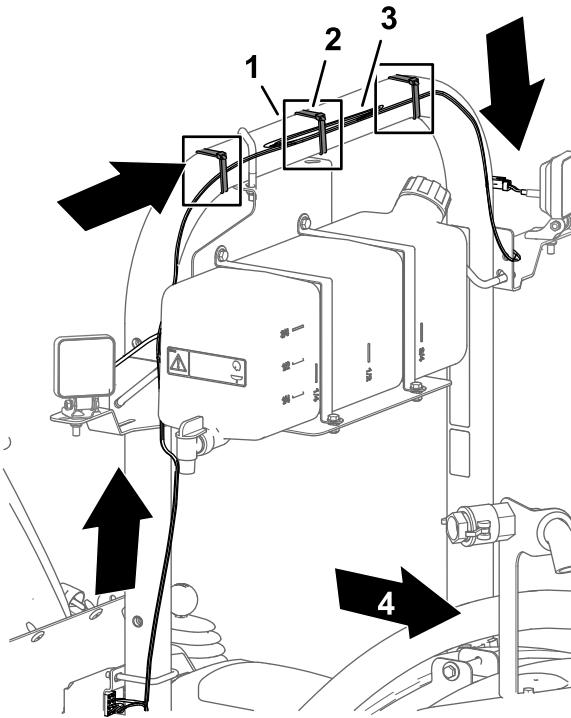
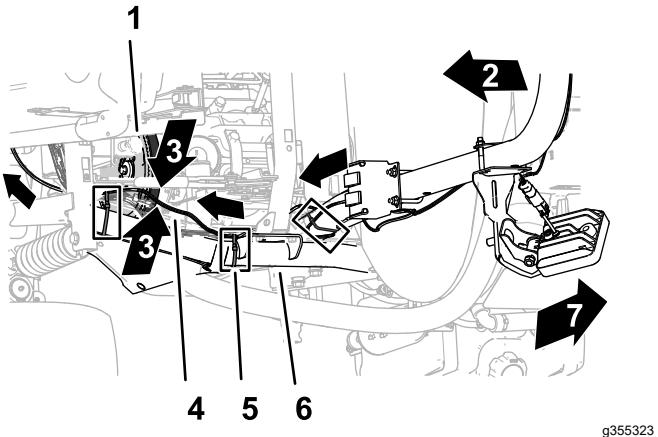
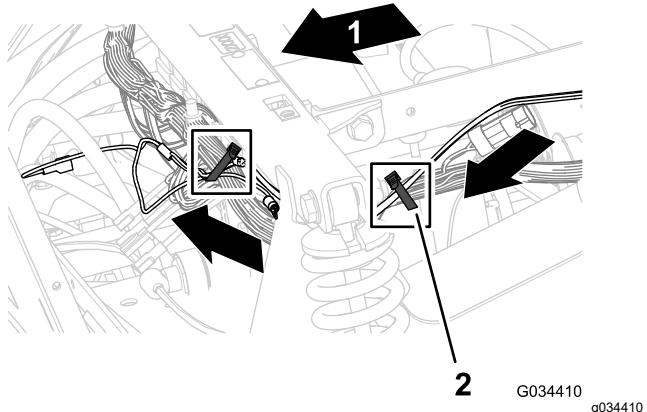

Bild 10
Bild 11
Bild 12
- Verlegen Sie an den Schaltern den Zweig des Kabelbaums mit dem 2-Stiftstecker nach oben und an der Rückseite des horizontalen Überrollschatzrohrs entlang, wie in Bild 10 abgebildet.
Hinweis: Bündeln Sie den überschüssigen Kabelbaum in der Mitte des Überrollschatzes und sichern Sie das Kabelbündel mit einem Kabelbinder, wie in Bild 10 dargestellt.
- Verlegen Sie an den Schaltern den Zweig des Kabelbaums mit der Buchsenklemme und dem Ringkabelschuh nach unten und vorne, wie in Bild 11 und Bild 12 abgebildet.
3. Befestigen Sie den Kabelbaum für den hinteren Arbeitsscheinwerfer mit Kabelbinden am Überrollsitzrohr, dem Rohr der oberen Vorderseite der Maschine und dem Kabelbaum für die Maschine, wie in Bild 10, Bild 11 und Bild 12 abgebildet.
Hinweis: Bündeln Sie den überschüssigen Kabelbaum am oberen, vorderen Rahmenrohr und sichern Sie das Kabelbaumbündel mit einem Kabelbinder, wie in Bild 11 dargestellt.